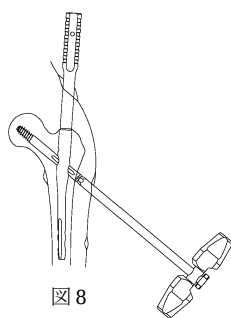

図 8
- 抜去用アダプタをネイルに固定し、抜去用 T レンチをラグスクリューに固定し、抜去用アダプタを把持しながらラグスクリューを抜去します。(図 8)